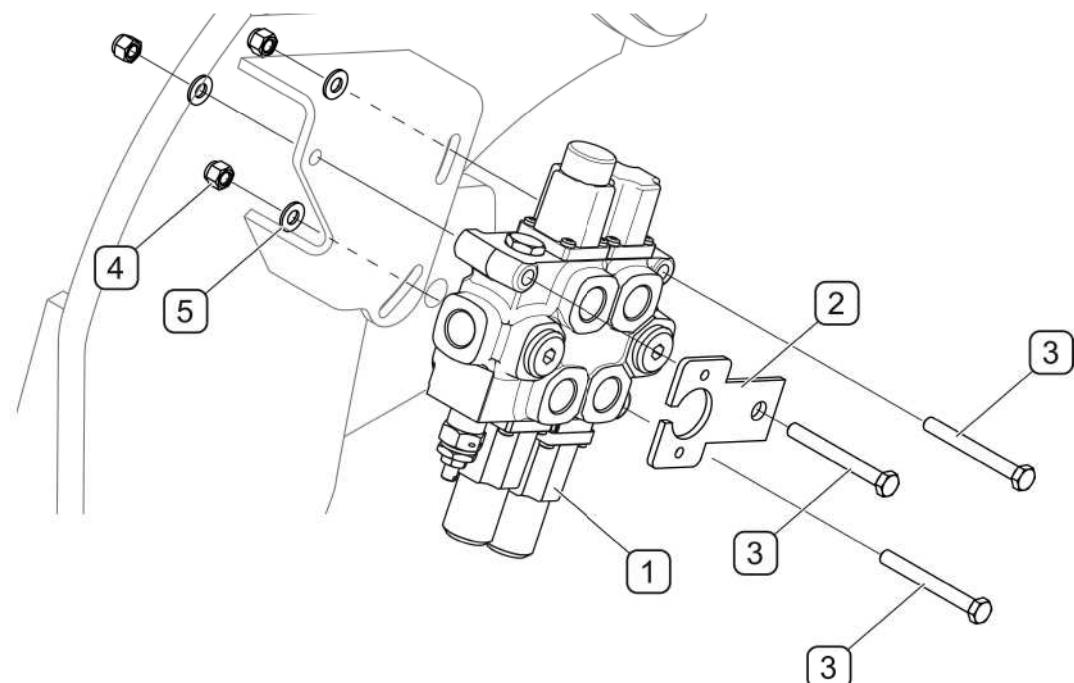
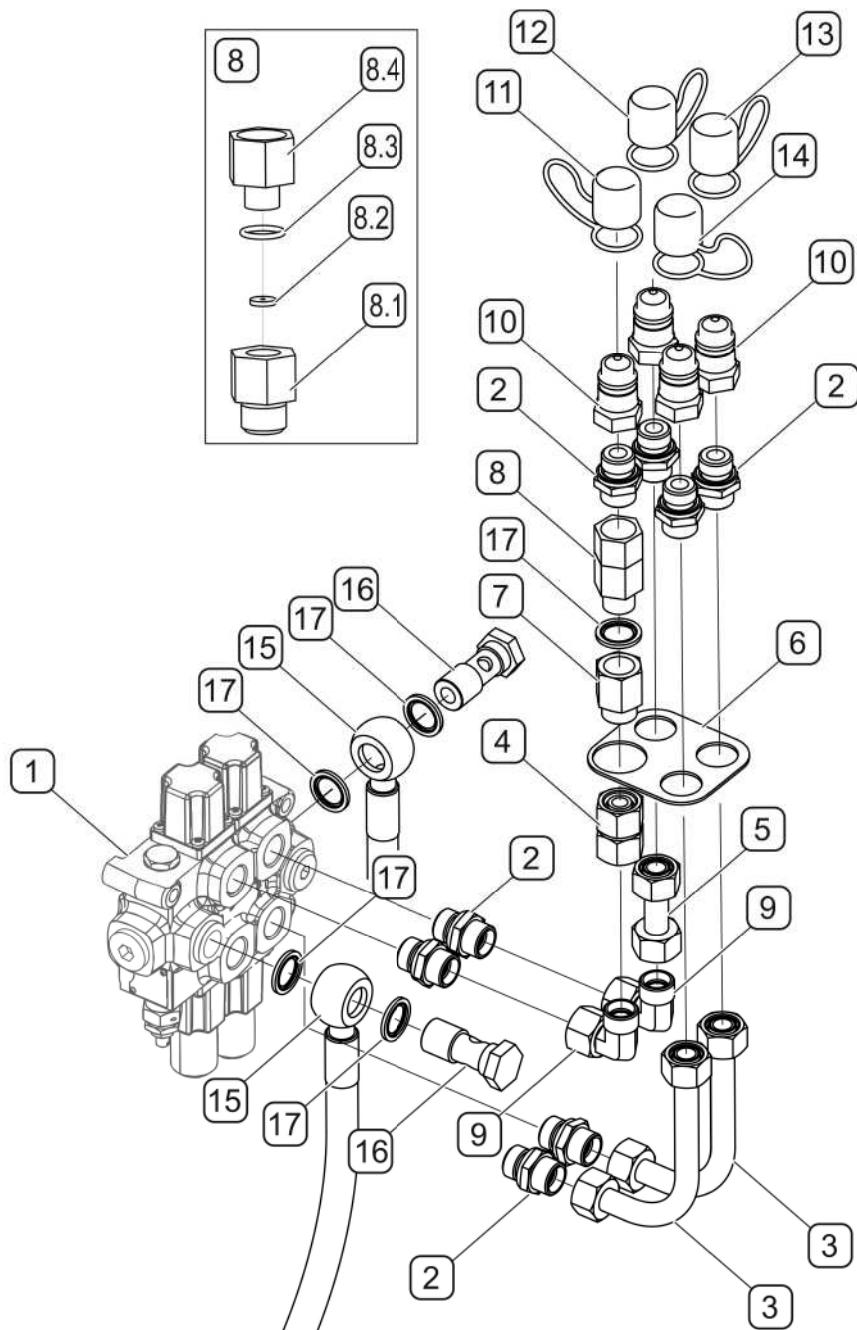

РИСУНОК 4.7 А Монтаж гидравлического распределителя на кронштейне на стреле
РИСУНОК 4.8 А Сборка гидрораспределителя LC2
(1)- гидравлический распределитель; (2)- кронштейн для электрического разъема; (3)- электрический разъем; (4)- болт M8x70-8.8; (5)- шайба 8-100HV; (6)- гайка M8-8; (7)- болт M5x20-8.8; (8)- гайка M5-8; (9)- упругий шайба 5.1; (10)- шайба 5-100HV
Гидрораспределитель (1) крепится на правом кронштейне несущей рамы (РИСУНОК 4.7 А) при помощи болтов (3), гаек (4) и шайб (5). В погрузчиках с 3-секционным управлением (опция) нужно дополнительно установить на распределителе кронштейн для электрического разъема (2) (РИСУНОК 4.7 А). Собрать гидравлический распределитель в единый блок (РИСУНОК 4.8 А) (если производитель поставляет его в несобранном виде).